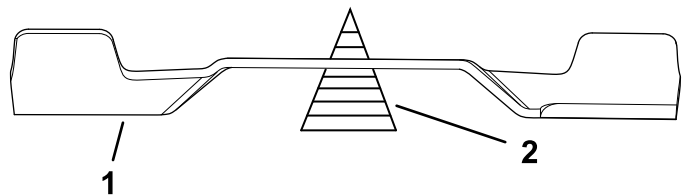

Figura 107
2. Verificați echilibrul lamei aezând-o pe dispozitivul de echilibrare a lamei (Figura 107).